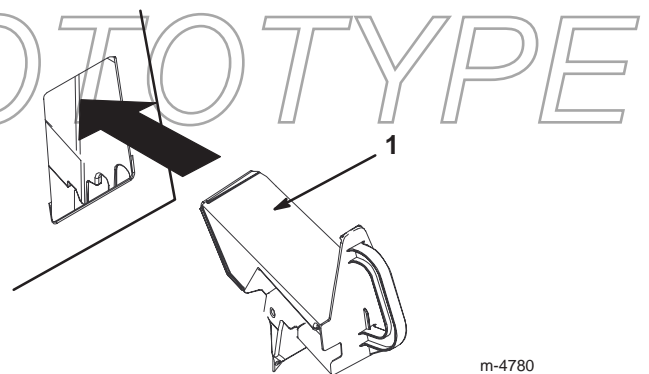

Figure 18
4. Placez l'obturateur Recycler dans l'ouverture, comme illustré à la Figure 18.